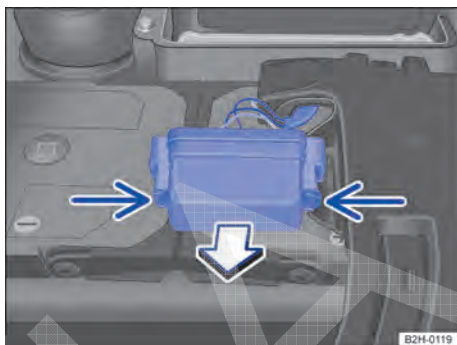

Fig. 165 No compartimento do motor: cobertura da caixa de fusíveis.
- Pressionar os botões de travamento um contra o outro para destravar a cobertura da caixa de fusíveis sobre a bateria do veículo ⇒ Fig. 165 (setas).